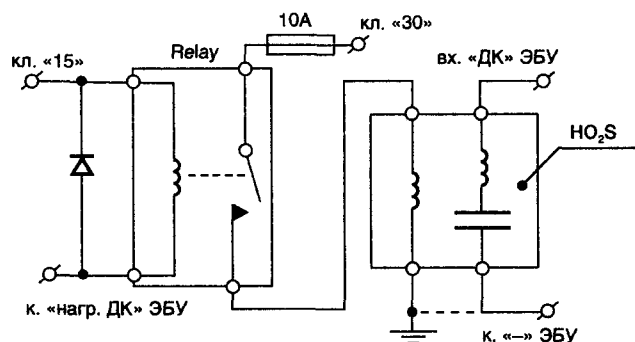

Рис. 10. Подключение подогревателя ЛЗ
- при использовании неоригинального ЛЗ следует сравнить сопротивления подогревателей. Величина его (а соответственно и ток нагрузки соответствующего выхода ЭБУ) может отличаться значительно – от 12...15 Ом до 2,5...3 Ом. Поэтому будет правильно подключить подогреватель ЛЗ через реле (см. рис. 10). Для ограничения выбросов напряжения «противо-Э.Д.С.» электромагнитной обмотки параллельно ей подключается диод;